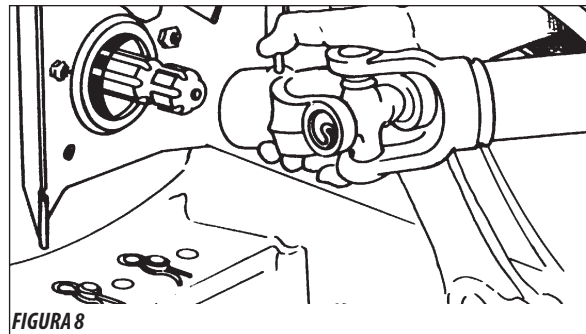

FIGURA 8
- 07 - Acoplar a flange (lado esfriado) no eixo de saída do PTO do trator, conforme figura 8. Observe que o engate só se completará quando a trava saltar.